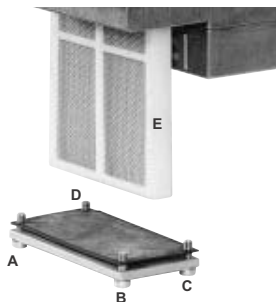

Fig. 45
- 2 Rimuovere le viti A ÷ D (Fig. 45).
- 3 Sostituire la cartuccia del filtro E (Fig. 45).